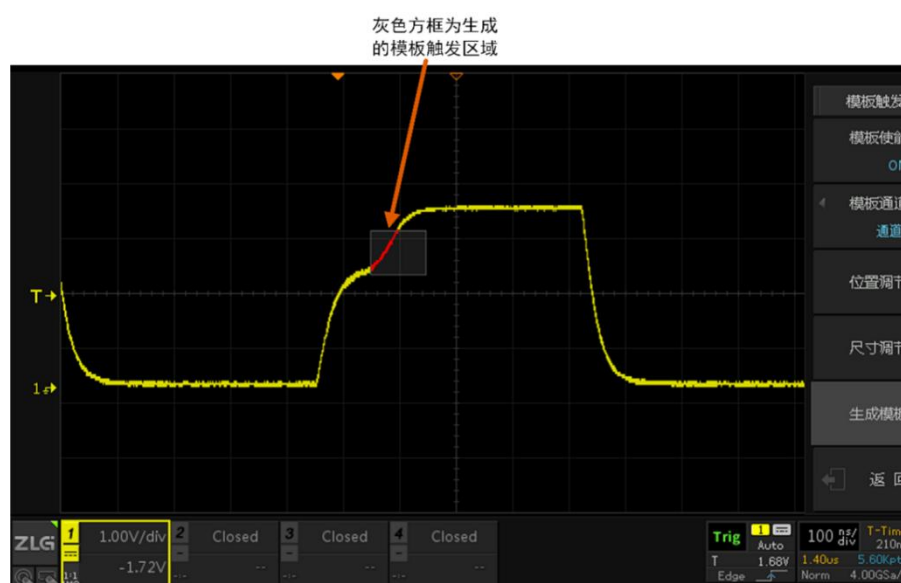

图 10.12 生成模板
- 6、用户必须点击【生成模板】,令模板触碰设置生效,同时出现一个灰色区域,此即为模板触发区域,只有通过该区域并且符合触碰菜单中其它触发参数设置的波形才能触发显示,如图 10.12 所示,点击【Clear】一键清除可将余辉清除掉,让触发波形清晰显示。